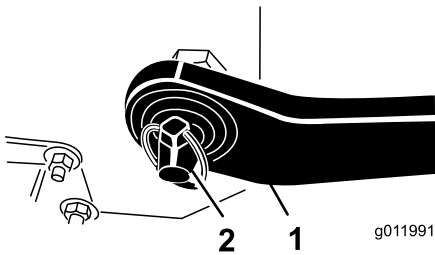

図 4
4. ヒッチピンに左右の下リンクアームを挿入する **図 4**。
5. リンチピンで、下リンクアームをヒッチピンに固定する **図 4**。